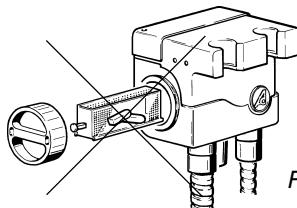

Fig. 23
**El uso de los antiespumógenos está recomendado** de manera especial para las operaciones quirúrgicas. Efectivamente la sangre, al entrar en contacto con el aire y con la turbulencia creada por la aspiración, forma una gran cantidad de espuma, ante la cual el control de emergencia del equipo interrumpe la aspiración. Además de la sangre muchas otras sustancias crean espuma, como: el moco y algunos desinfectantes usados para la limpieza y el cuidado de la boca, por lo cual **se aconseja siempre el uso de los antiespumógenos** que no tienen contraindicaciones de ningún tipo. La actual generación de antiespumógenos no tiene solamente la función de frenar la espuma sino que tiene también una **acción bacteriostática desinfectante**, que no sustituye la función detergente y limpiente de Puli-Jet, sino que ayuda la acción a lo largo del día, cuando podría no resultar sencillo realizar un lavado. Las pastillas de antiespumógeno desinfectante se colocan en el filtro del soporte de las cánulas de manera que el líquido aspirado, al pasar por el filtro, arrastre cualquier partícula del producto. Colocando las pastillas en el filtro, fig. 23/24, a la noche, inmediatamente después del lavado con Puli-Jet, a la mañana siguiente, al comenzar la aspiración, la pastilla ya blanda, actuará inmediatamente; en cambio si se coloca el producto en ese momento, resultará demasiado seco y necesitará algunos minutos para actuar.